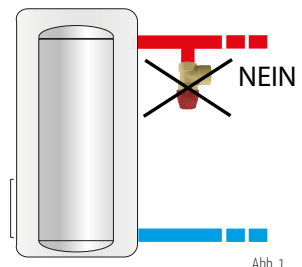

Abb. 1
- Installieren Sie das Ventil in vertikaler oder horizontaler Position, jedoch nicht verkehrt herum, um zu verhindern, dass die Ablagerung von Verunreinigungen die korrekte Bedienung beeinträchtigt (Abb.1).